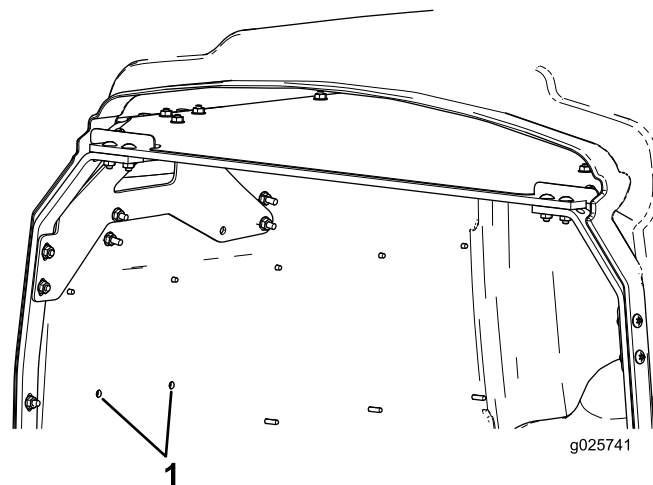

Figura 11
7. Si se trata de una unidad Toro, utilice los taladros existentes de la tolva para localizar los taladros nuevos, y perforo taladros en las chapas laterales usando una broca (5/16 pulgada) desde dentro de la tolva (Figura 11).